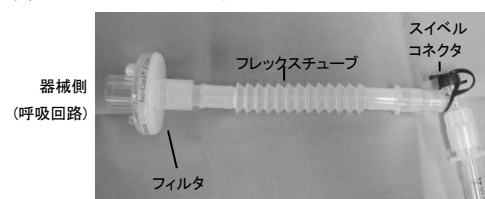

図 3
- (1) すべての構成部品があるか確認する。
- (2) フレックスチューブやスィベルコネクタを患者の人工気道と人工鼻等の間にしっかりと接続する。(図 3 参照)
- (3) 患者に呼吸回路を接続する前に製品に閉塞がないことを確認する。
- (4) リークがないことを確認する。
- (5) ガス供給に適切なセッティングに合わせる。
- (6) 呼吸器の高圧及び低圧アラームを適切に設定する。
- (7) 患者に呼吸回路を接続する。